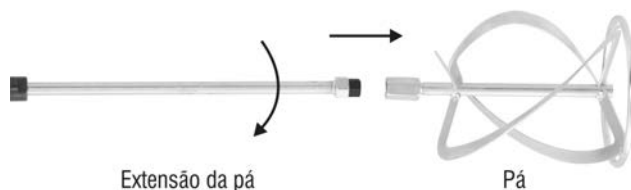

Fig. 2 – Montagem da extensão na pá
1. Rosqueie a extensão na pá, conforme Fig. 2;